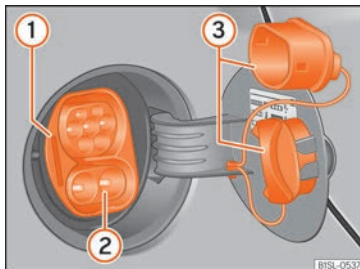

Fig. 152 Derrière la trappe de la prise de charge de la batterie : prise de charge (représentation schématique).
Légende de la » fig. 152
- Avec le véhicule déverrouillé, appuyez sur la trappe de la prise de charge de la batterie située sur le panneau latéral, pour l'ouvrir » fig. 152.
- Retirez les deux capuchons de protection de la prise de charge » fig. 152 ③. Pour retirer le capuchon inférieur, retirez tout d'abord le capuchon supérieur.
- Branchez le connecteur de charge dans la prise de charge » fig. 152 ②.
Pendant la mise en charge, l'indicateur de charge  fig. 152 ❶ clignote en vert. Le voyant de contrôle  du tableau de bord est allumé en jaune. Ne débranchez pas le connecteur de charge.
- Faites emboîter les capuchons de protection dans la prise de charge  fig. 152 ❸.